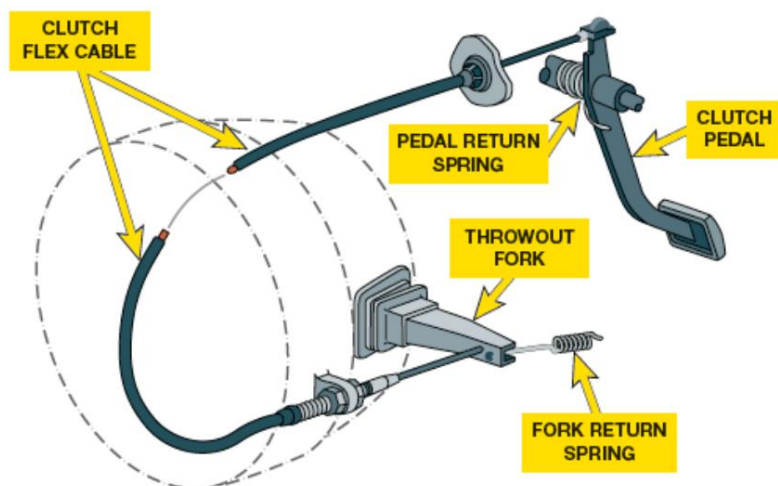

Figura 3. Conjunto de cable y pedal de embrague.
- Inspección de sistemas de enlace mecánico Figura 3.